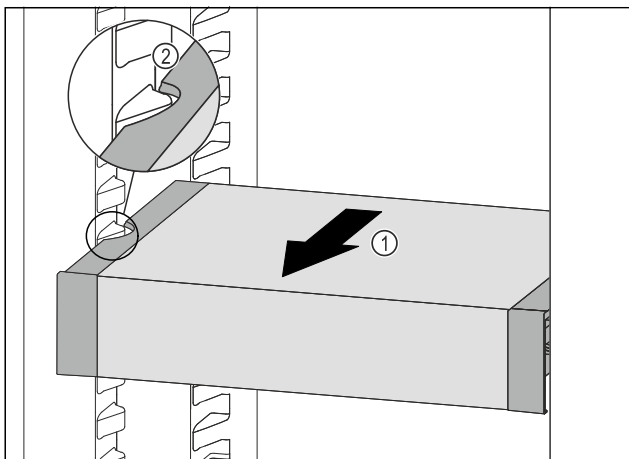

Fig. 87
▶ Потягнути VarioSafe вперед Fig. 87 (1), поки бокові заглиблення VarioSafe не опиняться на рівні ребра для резервуара в охолоджувальному відділенні. Fig. 87 (2)